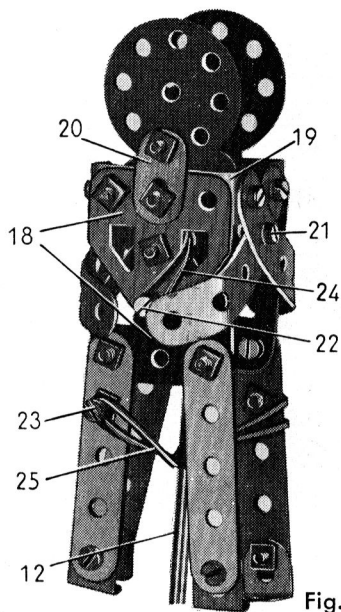

Fig. 3
Les deux lutteurs (fig. 3) et l'arbitre sont de construction identique. Le corps de chacun d'eux est formé de deux embases triangulées plates (18) dont les pointes se chevauchent sur deux trous. Les bras sont des bandes incurvées de 6 cm. reliées à l'embase triangulée supérieure par une bande coudée de  $38 \times 12$  mm. (19). Un des deux boulons qui fixent la bande coudée (19) sur l'embase triangulée plate tient aussi un support plat (20). La tête, figurée par un disque de 35 mm. est boulonnée sur ce support plat. Les jambes sont des bandes de 5 trous terminées chacune par une équerre.